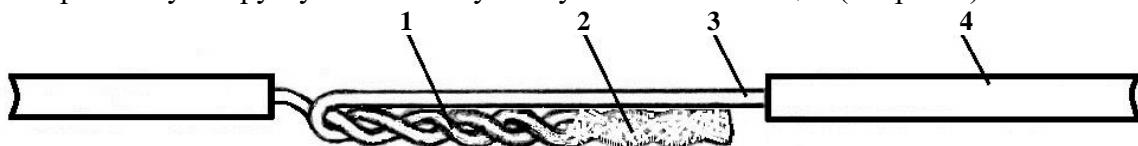

Рис. 6. Пропаянные скрутки отогнуты к жилам:
3.8. Пропаянную скрутку отгибают к участку жилы без изоляции (см. рис. 6).